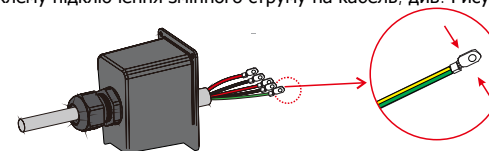

Рисунок 4.3-5 Встановлення клеми для підключення змінного струму
**Крок 3.** Встановіть клему підключення змінного струму на кабель, див. Рисунок 4.3-5.